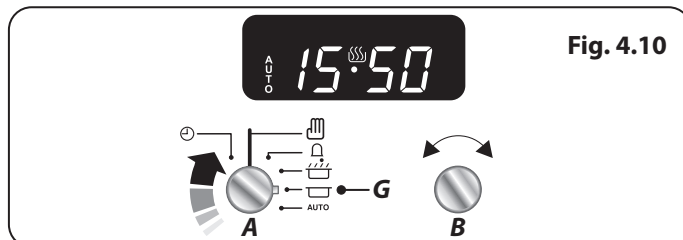

Fig. 4.10
2. Vrid **Timer-vredet (A)** till inställningen för **stopptid (G)** (**Fig. 4.10**). Displayen visar nu innevarande klockslag plus det "tillagningstid" som du just ställde in.